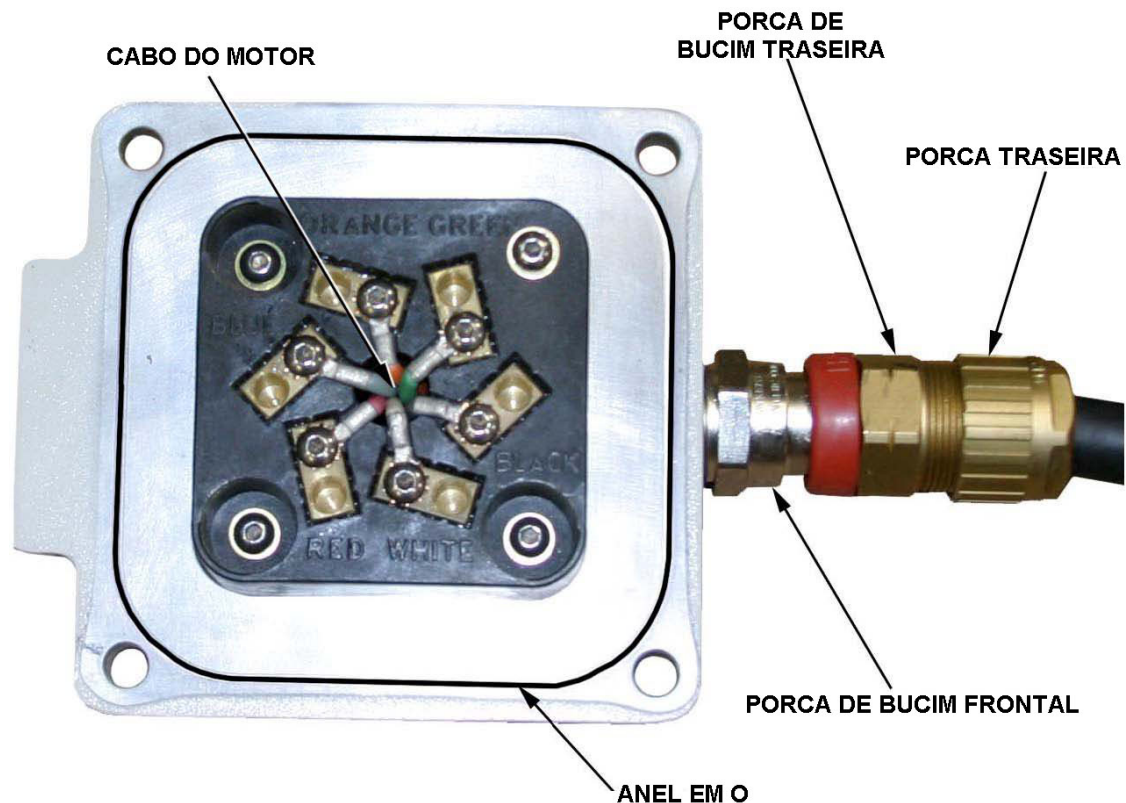

Figura 7-4 Conexões do cabo do motor para para o conector de energia
1. Remova a capa da caixa de junção do motor, e descarte o anel em O (Figura 7-4).